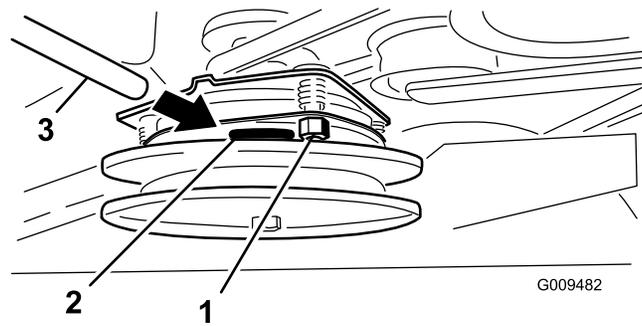

Figura 53
3. Apriete las contratuercas que empiece a notar una ligera fricción en la galga, pero dejando que ésta se mueva con facilidad en el entrehierro (Figura 53).